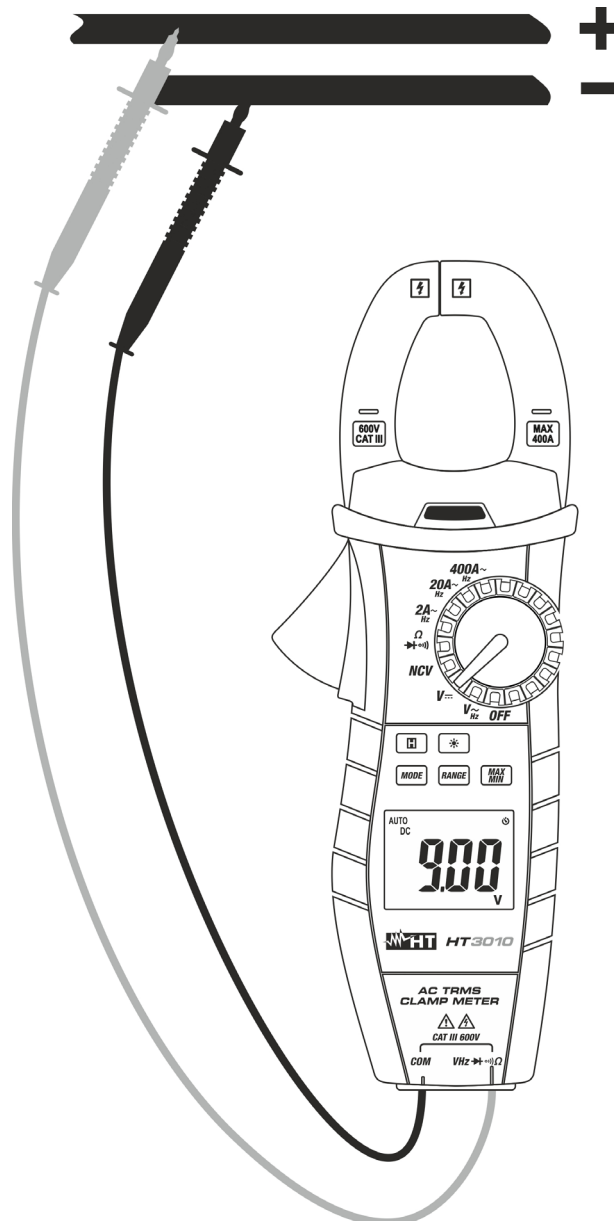

Fig. 3: Uso dello strumento in misura di Tensione DC
3. Posizionare i puntali nei punti desiderati del circuito in esame (vedere Fig. 3). Il valore della tensione è mostrato a display
5. La visualizzazione del simbolo "-" sul display dello strumento indica che la tensione ha verso opposto rispetto alla connessione di Fig. 3